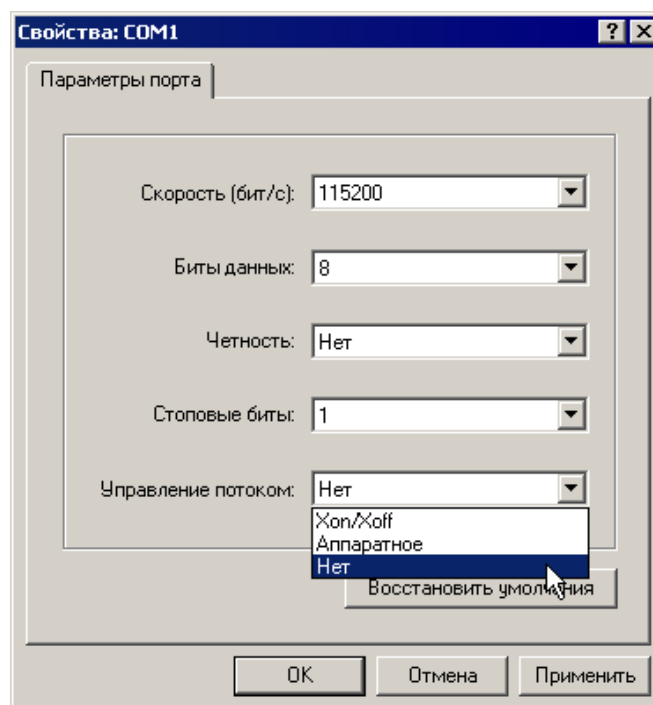

Рисунок 10.2 – Окно «Свойства COM-порта»
- 5) В открывшемся окне «Свойства: COM» (см. рисунок 10.2) – в поле «Скорость (бит/с)» выбором из раскрывающегося списка задать значение «115200», в поле «Управление потоком» выбором из раскрывающегося списка задать значение «Нет», нажать кнопку «Применить», затем – нажать кнопку «ОК».